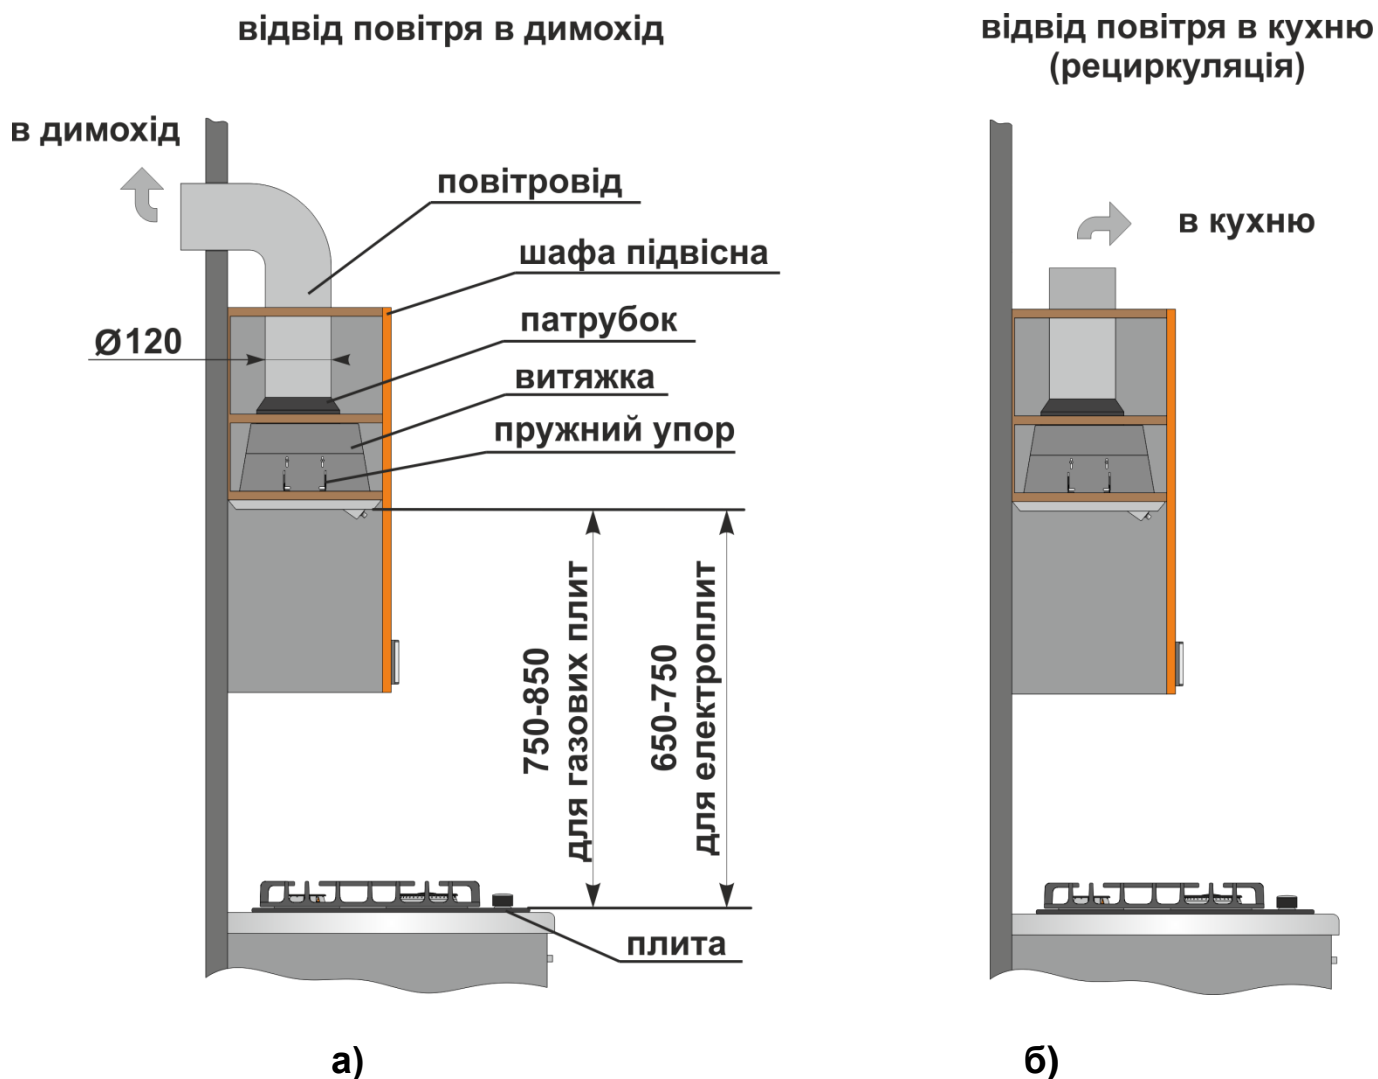

Рис. 2
1.11 Увага! Витяжка монтується на стіні над електроплитами на віддалі **650-750мм**, а над газовими плитами на відстані **750-850мм** від робочої поверхні плити (рис. 2).
5.4 В залежності від схеми установки витяжка працює в двох варіантах (рис. 2):
6.1 Оберіть схему (Рис. 2) і місце встановлення витяжки.